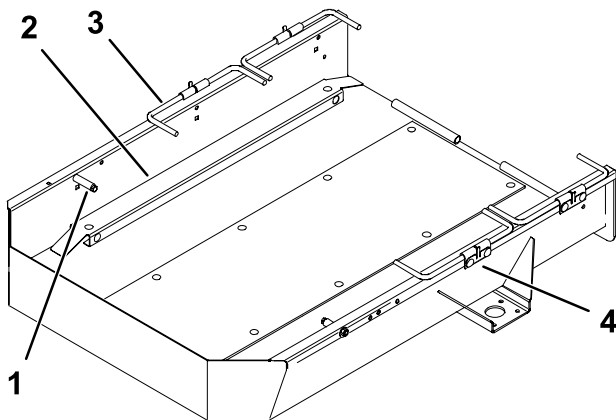

Figure 1
3. Le cas échéant, retirez les fixations qui maintiennent les inserts standard sur le fond de la rampe et déposez les inserts (Figure 1).
4. Déposez les butées, les tiges de roue et les supports existants de la remorque (Figure 1).